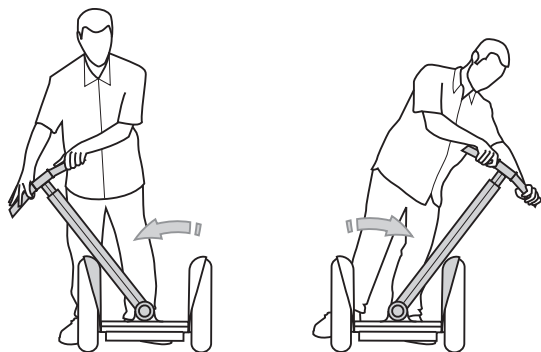

Figura 2. Sgancio del montante LeanSteer dallo snodo della piattaforma
3. Piegarlo completamente a sinistra e destra per allentarlo. Si potrebbero avvertire degli scatti mentre il gruppo dei morsetti a cuneo si sgancia dallo snodo della piattaforma. Vedere la Figura 2.